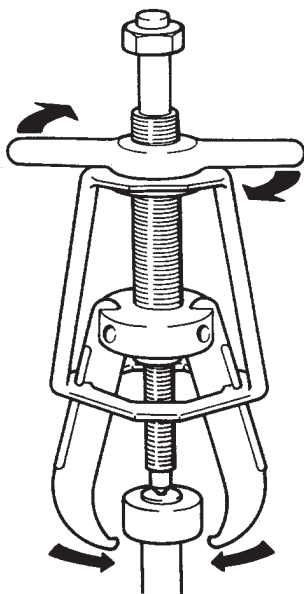

Figura 3
5. Gire la manija en T en sentido horario para apretar las mandíbulas firmemente en el componente. (Vea la Figura 3.)
4. Coloque el extractor sobre el componente a extraerse. (Vea la Figura 3.) Cuando sólo queda la pista de cojinete interior en el eje, limpie el eje primero con arpillera y después fije las mandíbulas en la ranura de las bolas.